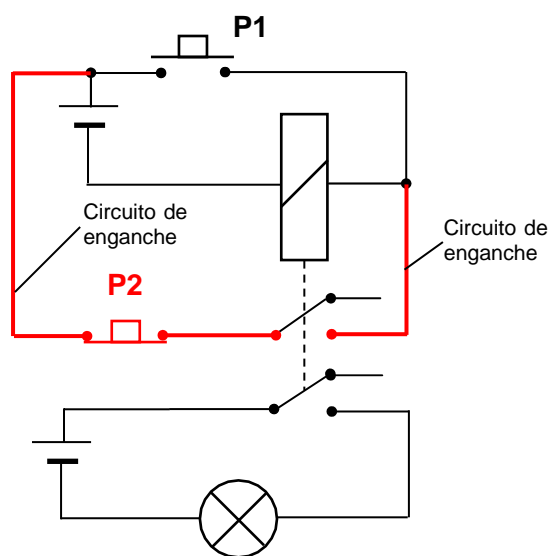
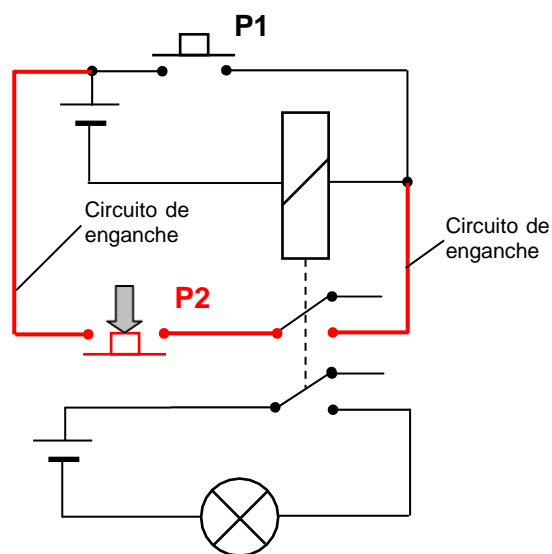

Fig. 11
Fig. 14
*El circuito de enganche consiste en establecer un **camino alternativo** para que le siga llegando corriente a la bobina cuando dejemos de accionar el **pulsador** (Fig. 11). Para ello, necesitamos que el relé tenga, al menos, un polo más de los que necesitamos para controlar el dispositivo que sea (motor, bombilla, etc), ya que es a través de uno de los polos del relé como la bobina seguirá recibiendo corriente cuando dejemos de accionar el pulsador.*
Para comprender mejor en qué consiste el circuito de enganche, supongamos que queremos controlar el encendido de una **bombilla** mediante un relé de dos polos y cuatro contactos (Fig. 11). Utilizaremos una pila para suministrar corriente a la bobina y otra para hacerlo a la bombilla, para que el esquema del circuito sea más claro. También hemos señalado con **línea más gruesa** los cables del circuito de enganche.
Cuando queramos **apagar la bombilla** (Fig. 14) tendremos que accionar **un instante el pulsador P2**, con objeto de abrir el circuito de enganche y, por tanto, cortar la corriente de la bobina. De esta forma, una vez soltado el pulsador P2 nos encontraremos de nuevo en la situación representada en la Fig. 11.